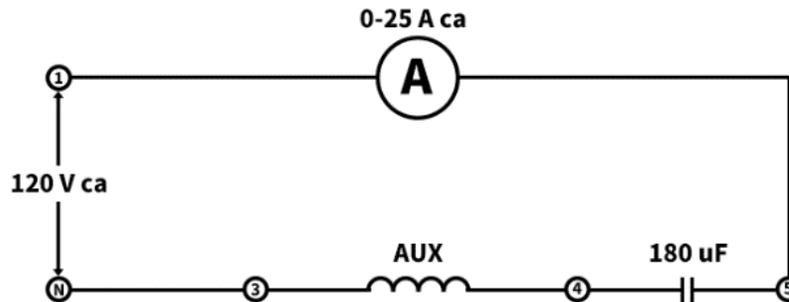

Figura 8-2
3. a) Desconecte los cables del devanado principal y conéctelos al devanado auxiliar y al capacitor, como se indica en la Figura 8-2.